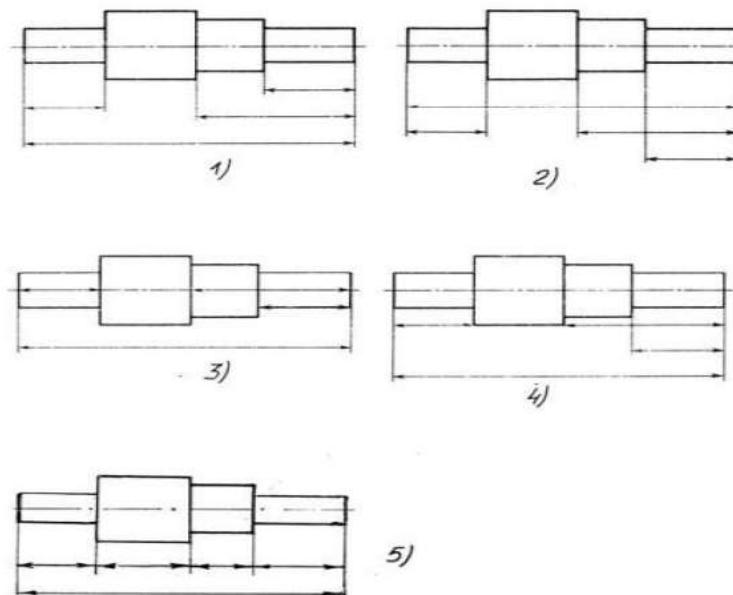

Рис. 1
**На (Рис. 1) показаны валы с правильным и ошибочным расположением размерных линий. Определите, под каким номером обозначен правильный чертеж?**